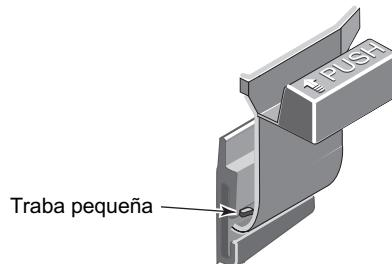

Figura 7 – Pasador de seguridad
## PASADOR DE SEGURIDAD (Consulte la Figura 7)
- Oprima la pequeña traba detrás del pasador de seguridad y presione o golpetee para sacar el pasador de la ranura en forma de T en el tanque (consulte la Figura 7).